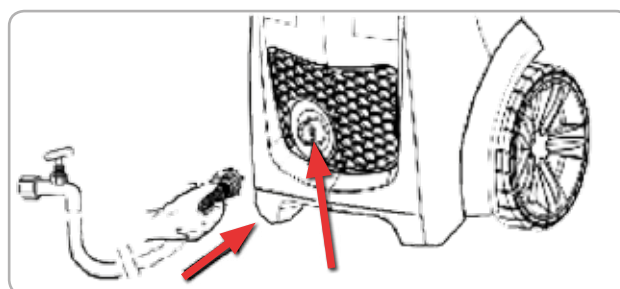

Fig.13
- Racordați furtunul de ieșire a apei la cuplaj, apoi racordați-l la intrarea pentru apă la aparat. Fig 13